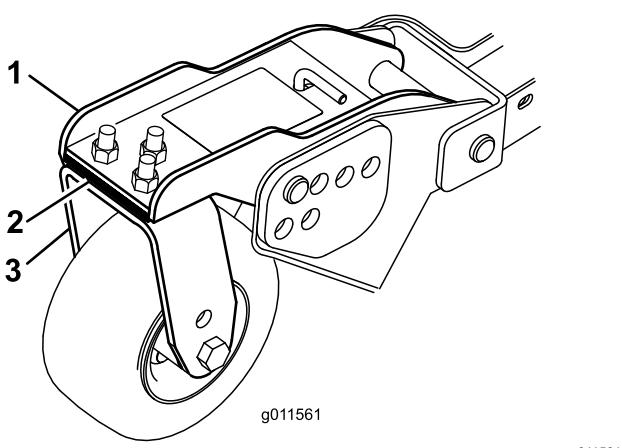

Figure 31
3. Si le bord intérieur de l'unité de coupe latérale est trop élevé par rapport au bord extérieur de l'unité de coupe avant, retirez une cale de 3 mm (1/8 po) au bas du bras de la roue pivotante intérieure avant de l'unité latérale (Figure 31).